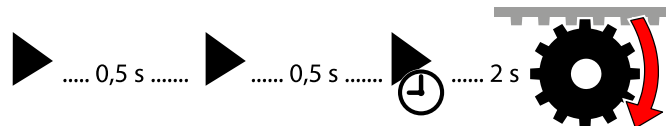

Abb. 101: Endlageneinstellung – Einstellung rechte Endlage
3. Drücken Sie zum Speichern der rechten Endlage folgende Tastenkombination (siehe Abb. 101):